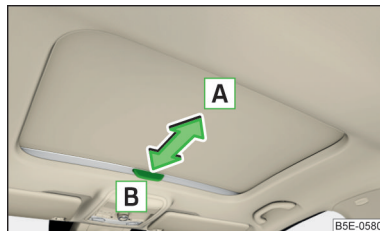

Fig. 42
- Pentru **deschidere**, trageți mânerul în sensul săgeții  » **fig. 42.**